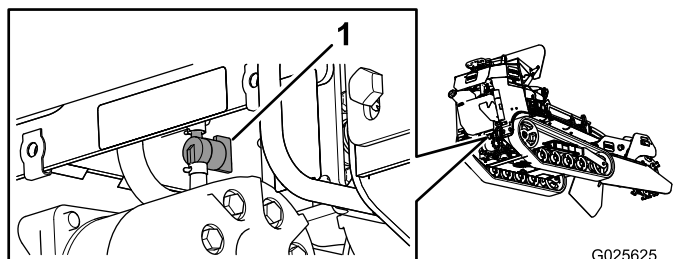

Figure 41
4. Tournez le robinet d'arrivée de carburant en position fermée (Figure 41).
5. Pincez les extrémités du collier de flexible du côté moteur du robinet et poussez-le vers le haut de la conduite d'alimentation, dans la direction opposée au robinet (Figure 41).
6. Débranchez la conduite d'alimentation du robinet (Figure 41).